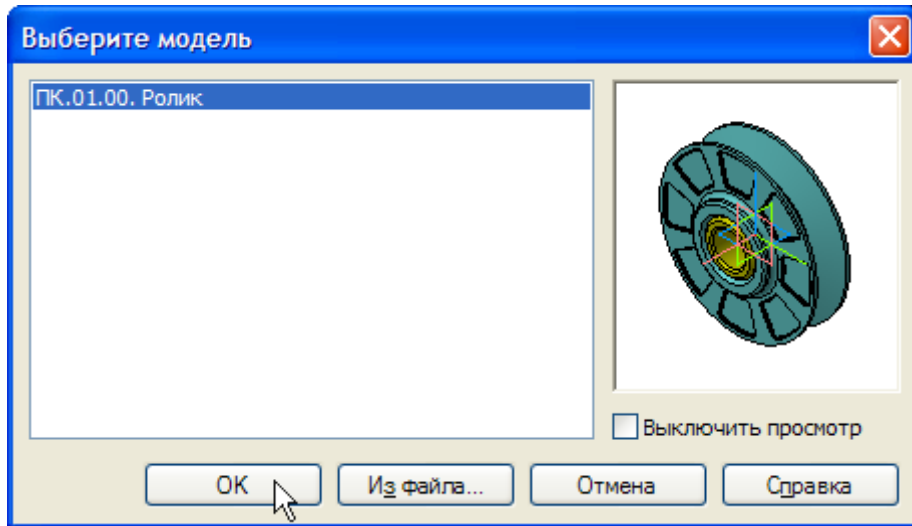

Рисунок 2.
- Добавьте в сборку второй компонент — сборочную единицу ПК.01.00. Ролик. Расположите ее рядом с Вилкой (рис.2).